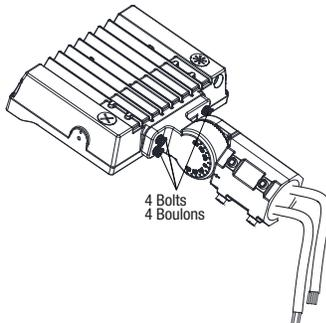

Fig. 3.2
3. Install the slipfitter on the luminaire using the four bolts (Fig. 3.2).
3. Installer le joint d'articulation sur le luminaire à l'aide des quatre boulons (Fig. 3.2).